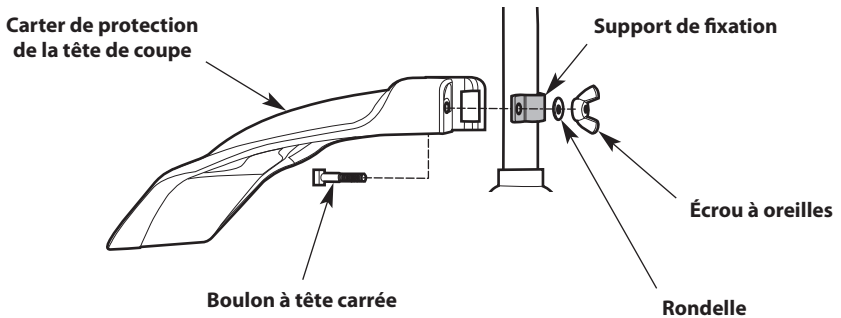

Fig. 2
4. Insérez le boulon à tête carrée dans le trou situé en-dessous du carter de protection (Fig. 2). Poussez le boulon à travers le carter de protection et le support de fixation.
5. Placez la rondelle sur le boulon carré (Fig. 2).
6. Vissez l'écrou à oreilles sur le boulon à tête carrée jusqu'à ce que le carter de protection soit correctement fixé en position (Fig. 2).